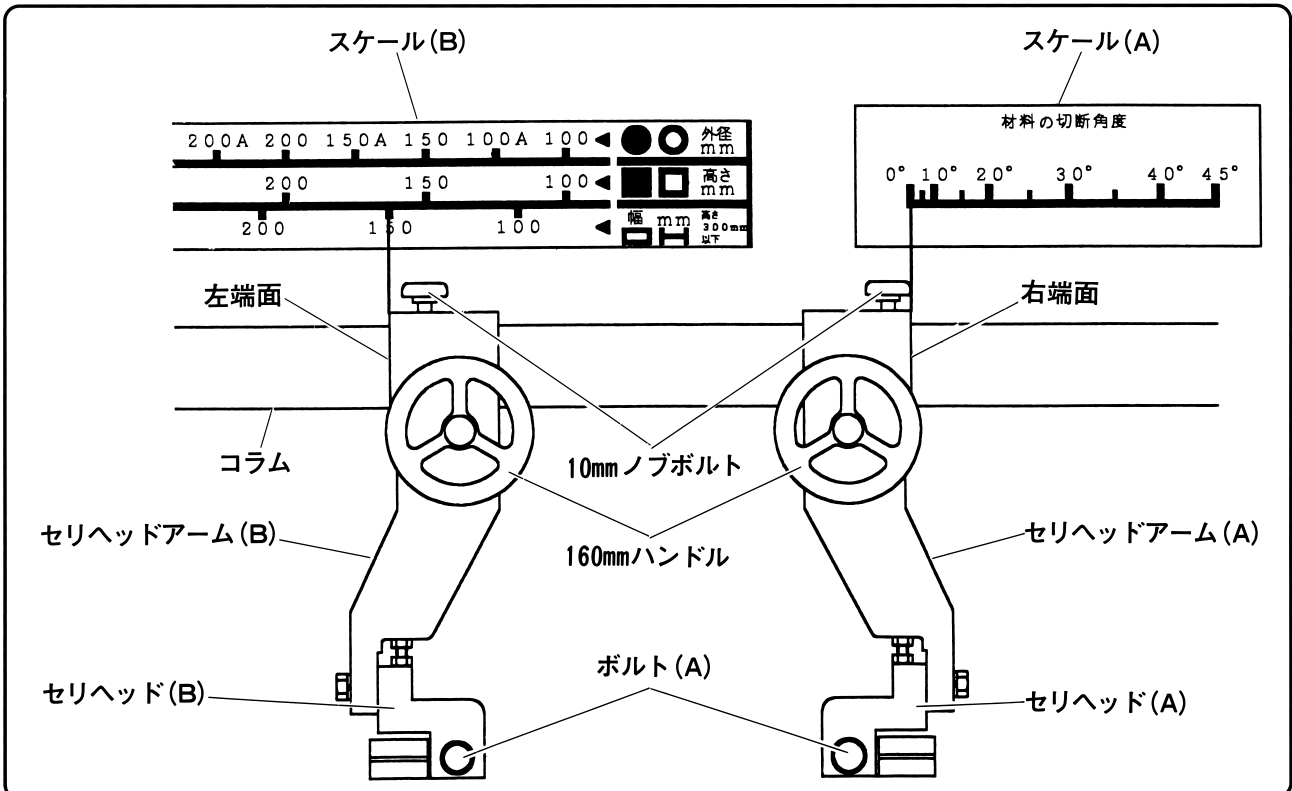
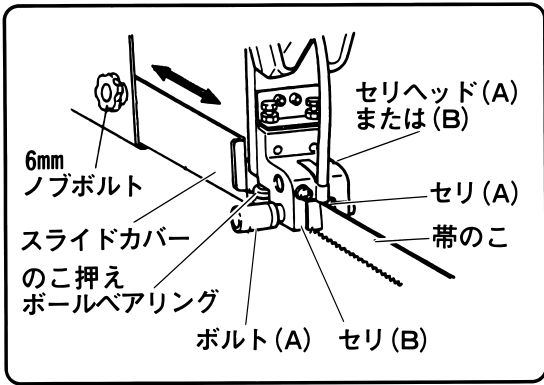

図 35
図 36
材料の形状、大きさおよび切断角度により、セリヘッド (A) と (B) の位置をスケール (A) と (B) の目盛位置に調整します。(図35)
ベースを回転させて切断角度を変更する時は、セリヘッドアーム (A) の右端面の角度の読みが希望の角度になるように調整します。(図35)
形状、大きさの違う材料を切断する時は、セリヘッドアーム (B) の左端面のスケール (B) の読みが切断しようとする材料の形状、大きさになるように調整します。(図35)
- (1) 10mmノブボルトをゆるめ、ボルト (A) を反時計方向に2~3回ゆるめた後、160mmハンドルを回転させ、セリヘッドアーム (A), または (B) を移動させます。(図35)
- (2) セリヘッドアーム (A), または (B) の位置調整後、10mmノブボルトを締付け、セリヘッドアーム (A), または (B) を固定します。
- (3) ボルト (A) をセリヘッド (A), または (B) の側面に突き当たるまで軽く締付けます。(図36)
- (4) ノコカバー (B) 部の6mmノブボルトをゆるめ、スライドカバーをスライドさせて、セリヘッド (B) に近づけます。(図36)
- (5) 6mmノブボルトを締付けて、スライドカバーを固定します。
(2) のこ押えボールベアリング（図36参照）が磨耗すると、切断精度が悪くなる原因となります。ときどき磨耗していないかどうか点検してください。